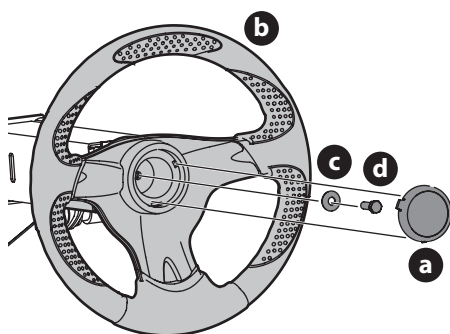

Fig. 6
1. Retirez les éléments de fixation du volant sous le capuchon du volant (a). Faites délicatement levier sur le capuchon du volant (a) pour retirer la quincaillerie (Fig. 6).
2. Les roues de la machine orientées vers l'avant, placez le volant (b) sur l'arbre de direction (Fig. 6).
3. Placez la rondelle Belleville (c) sur le volant (b) et fixez-la à l'aide de la vis de blocage hexagonale (d) (Fig. 6).